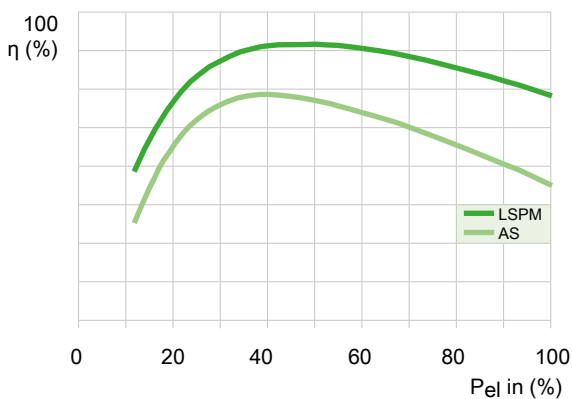

Abb. 1: Vergleich LSPM zu AS-Motor: Motorwirkungsgrad über relativer Leistungsaufnahme
- // Asynchroner (AS) Motoranlauf durch Käfigläufer
- // Verbesserter Wirkungsgrad über einen großen Arbeitsbereich des Motors, siehe Abb. 1